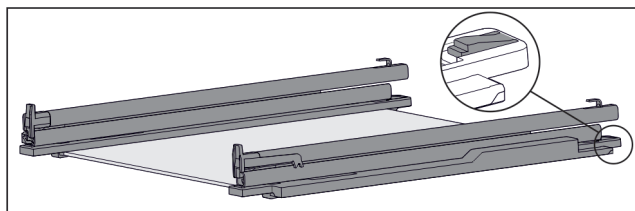

Fig. 132 Staklena ploča s vodilicama i pridržnim dijelovima
- Pridržni dio straga pritisnite prema dolje (pogledajte Fig. 132) u i istovremeno gurnite vodilicu prema otpraga.